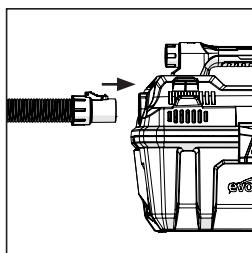

FIG. 5
- Inserire un'estremità del tubo in tale attacco. (Fig. 5)